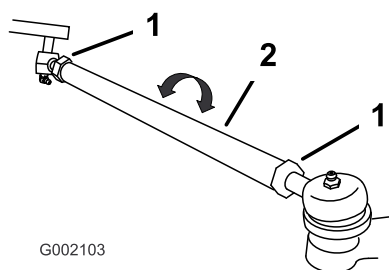

Bild 16
2. Lockern Sie die Klemmmuttern an beiden Seiten der Zugstangen (Bild 16), wenn das Maß nicht im angegebenen Bereich liegt (siehe die Abmessungen und Parameter am Anfang dieses Vorgangs).